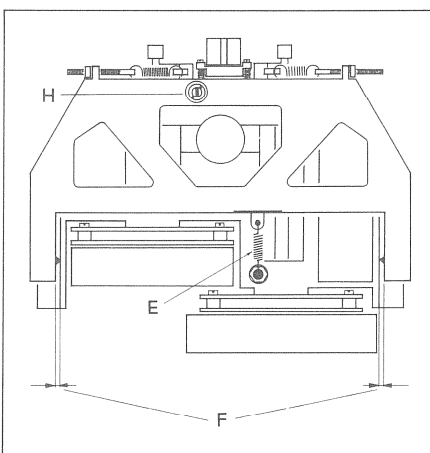

Fig. 3.3
- Kontrollieren, ob die beiden Gewindestifte an den Drehpunkten des Schwenkträgers so eingestellt sind, dass auf beiden Seiten der Abstand Schwenkträger – Doppelkapstanguss [F] gleich gross ist (Fig. 3.3).
- Die Eintauchtiefe wird mit der Einstellschraube [H] (Fig. 3.3) so eingestellt, dass das andere Ende des Mess-Schiebers sich im Bereich der eingefrästen Markierung befindet.
- Ensure that the two headless setscrews at the pivoting point of the carrier are adjusted in such a manner that the clearance between pivoting carrier and dual capstan casting [F] is identical on both sides (Fig. 3.3).
- Adjust engaged length by adjusting screw [H] (Fig. 3.3) in such a manner that the opposite end of the measuring slide is located within the area of the milled marking.
- Les tiges filetées des points de rotation doivent être réglées de telle façon que la distance entre le support pivotant et le chassis du double cabestan [F] soit la même de part et d'autre (fig. 3.3).
- Ajustez la profondeur de pénétration à l'aide de la vis [H] (fig. 3.3) de façon à ce que l'autre extrémité du curseur soit en face du repère fraisé.